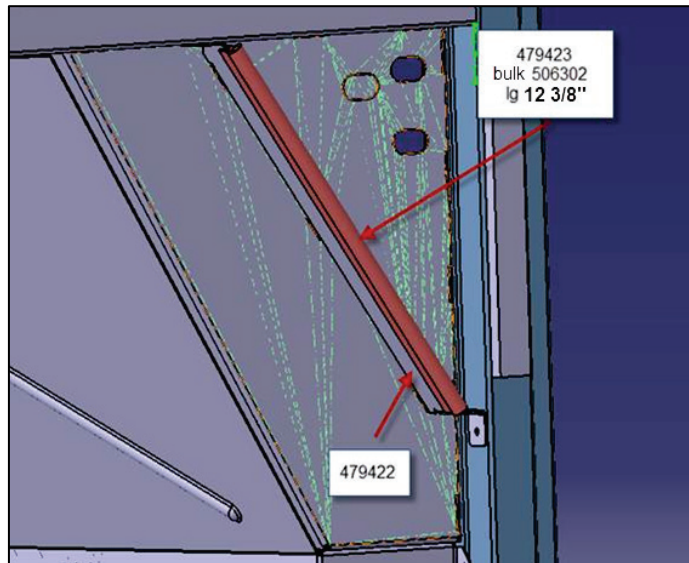

Figure 13
10. Ajouter le protecteur **#479423** et la garniture **#479422** (12 3/8" long). (Fig. 13& 14)